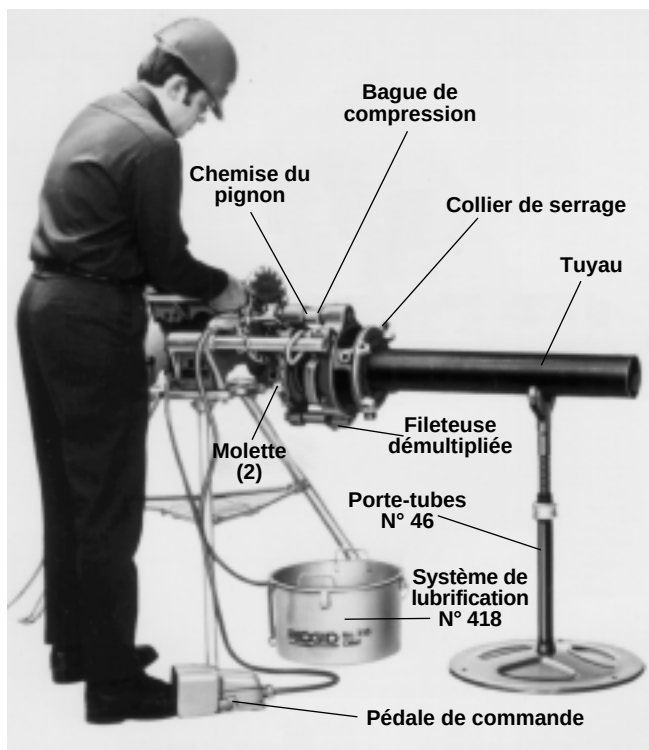

Figure 21 – Filetage des tuyaux à l'aide de la fileteuse démultipliée N° 141 (couplage direct) (Idem pour fileteuse N° 161)
6. Soulagez le tuyau à l'aide d'un porte-tubes (Figure 21). Positionnez le porte-tubes à environ 2,5 pieds de la fileuse.
9. Positionnez le système de lubrification N° 418 directement sous la fileuse (Figure 21).